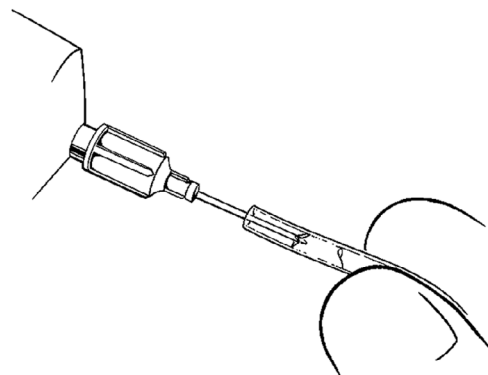

Figure 4-18. Rinçage de la tubulure
2. Rincez les tubulures du cylindre (Figure 4-18).